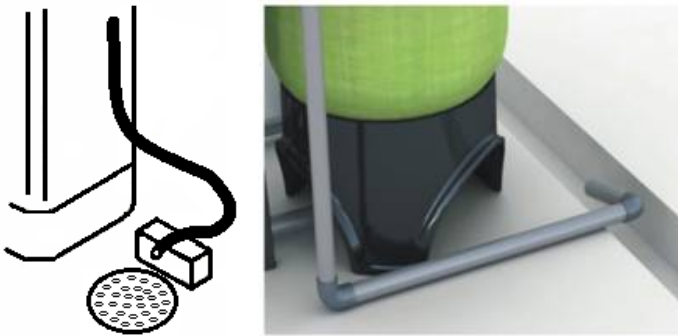

Рис.4
2. Расположите отвод как показано на Рис.4.